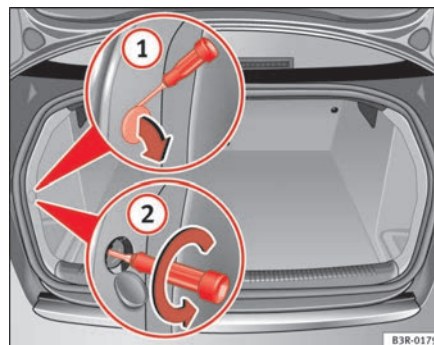
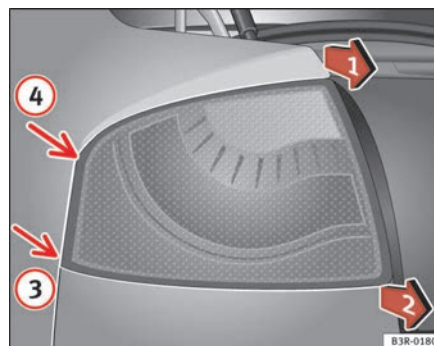

Fig. 208 Maletero: Posición del tornillo de fijación para la unidad de luz trasera
Fig. 209 Desmontar la unidad de luz trasera en la aleta
- Retire la cubierta haciendo palanca con un destornillador en el rebaje ⇒ página 276, fig. 208 ①.
- Desenroscar el tornillo que hay detrás con un destornillador (flecha) ②.
- Tire de la unidad de luz trasera a uno y otro lado (en la dirección de las flechas) ⇒ página 276, fig. 209 posiciones ① y ② hasta que salga de su alojamiento (posiciones ③ y ④).